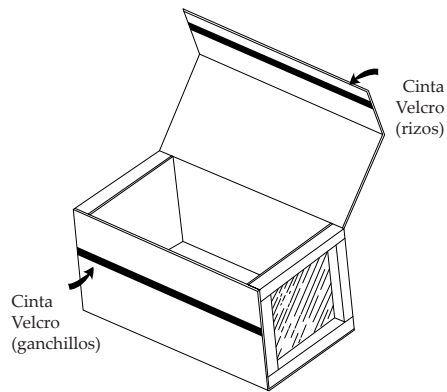

Figura 6
12. Para asegurar la tapa y el reborde de fijación durante el transporte, utilice cinta Velcro autoadhesiva de 19 mm ó 25 mm (3/4" ó 1") de ancho. Aplique la parte de ganchillos de la cinta velcro a la cara interna del reborde de fijación, y la parte de rizos al cuerpo principal del contenedor (Figura 6). La cinta debe cubrir todo el ancho del reborde de fijación. Para conseguir mayor resistencia y mejor sellado, puede emplear Velcro a lo largo del lado superior del marco extremo.